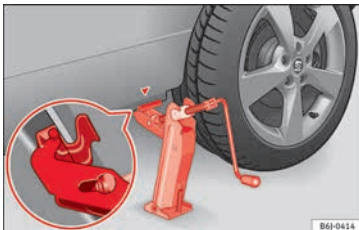

Abb. 67 Wagenheber anbringen
- Richten Sie den Wagenheber so aus, dass sein Aufnahmehorn in den dafür vorgesehenen Steg am Unterholm greift und die bewegliche Grundplatte plan auf dem Boden aufliegt » » Abb. 67.